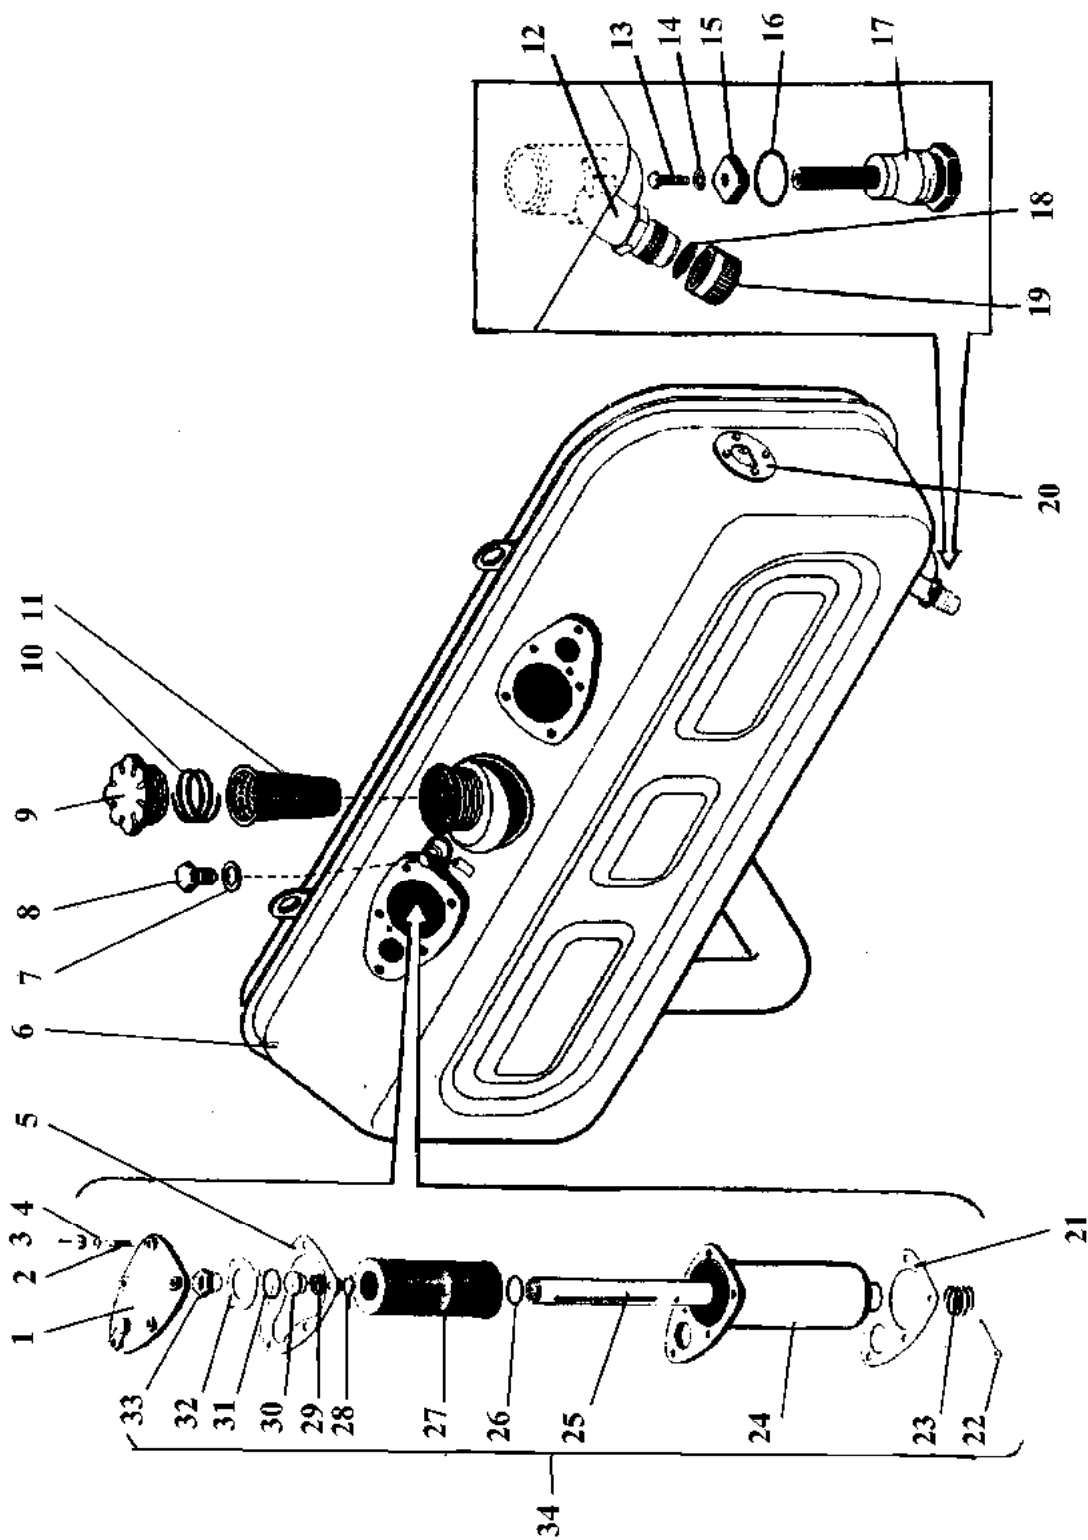

Рис. 86. Гидробак
Уровень масла в гидробаке проверяйте по смотровому окну 20 (рис. 86), масло должно быть видно в смотровом окне. Чистое и хорошо профильтрованное масло заливайте через фильтр заливной горловины 11. При проверке уровня масла в гидробаке убедитесь в отсутствии пенообразования.
- а) Отверните гайки крепления 3 (см. рис. 86) и снимите крышку 1.
а) демонтируйте шланг низкого давления, слив рабочую жидкость из трубопроводов гидросистемы, для чего предварительно выверните пробку 8 (см. рис. 86) ;
- а) заверните до отказа и законтрите проволокой пробку 8 (см. рис. 86) заборной трубы;